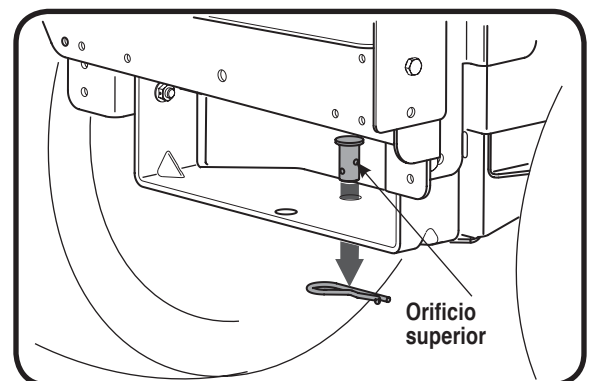

Figura 16
5. Reinserte el pasador de horquilla a través de los orificios alineados en el conjunto del soporte y en la placa de enganche y ajústelo con el broche de horquilla que se retiró antes. Ve a la Figura 16.